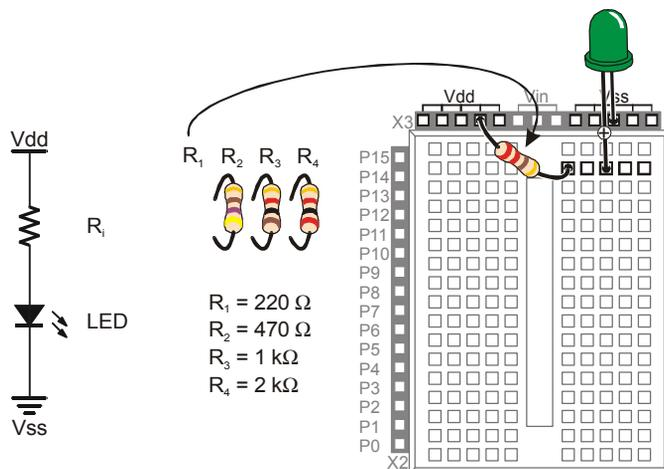

Figura F-1
Il valore della resistenza di R_i nella Figura F-1 può essere cambiato. Una minor resistenza permette lo scorrimento di più corrente attraverso il LED, per cui si illumina di più. Una maggior resistenza diminuendo la corrente che scorre nel circuito del LED ne causerà l'affievolimento.
- ✓ Iniziate con il circuito mostrato in Figura F-1, ma usate una resistenza da 1 k Ω .